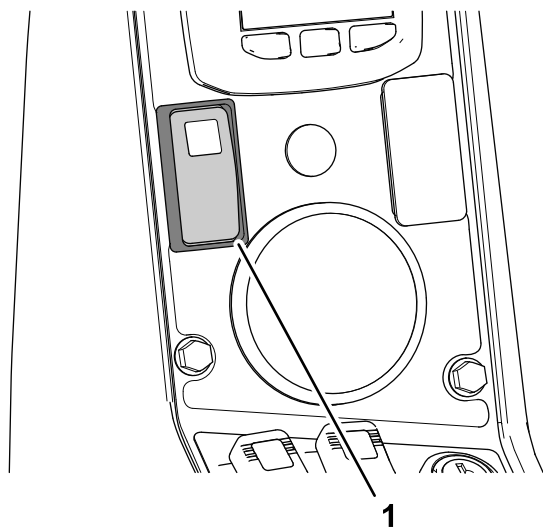

図 140
1. アクセルペダルでエンジン全開スロットル全開にし、マシンのスロットルロックスイッチをセットする 図 140。